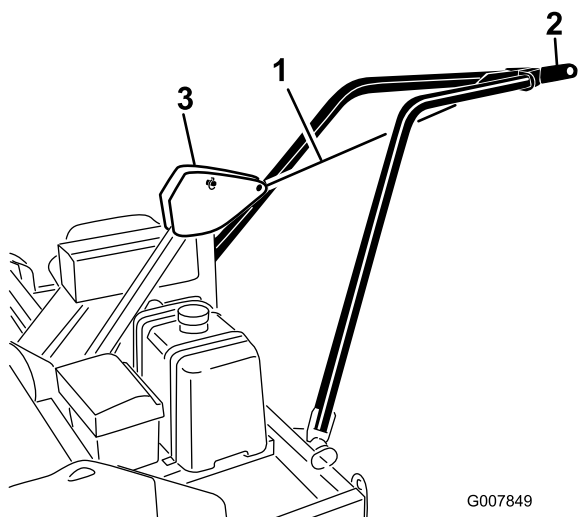

図 12
2. 牽引アームを持ち上げておき、積荷固定用のロープなどを使って、牽引アームのヒッチ・プレートフレーム・ヒッチのピボットに固定する（図 12）。